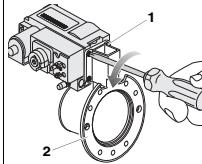

Bild 10 / Fig. 10
- 4 Schrauben (Bild 10, Pos. 1) lösen und Gasarmatur vom Venturi (Bild 10, Pos. 2) abnehmen.